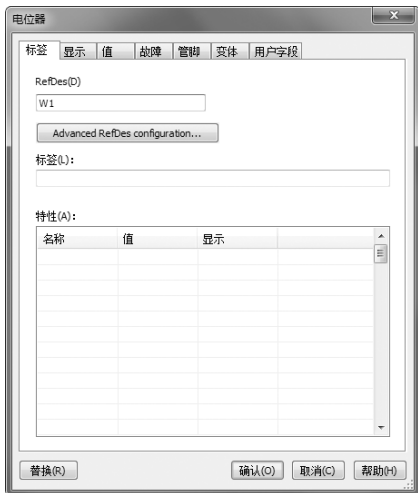

图 3-74 元器件属性设置对话框
1) 双击其中一个电位器，系统会弹出相应的属性设置对话框，在“标签”选项卡中修改“RefDes”（标识符），如图 3-74 所示。